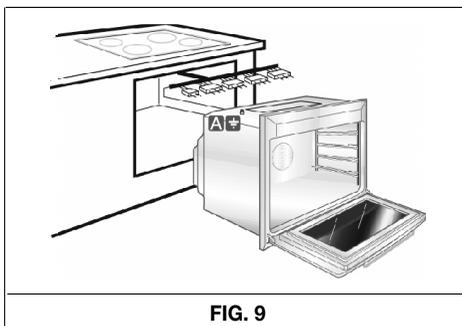

FIG. 9
- brancher le câble de terre (jaune-vert) du plan de cuisson sur la borne de terre "A" du four (voir figure 9);